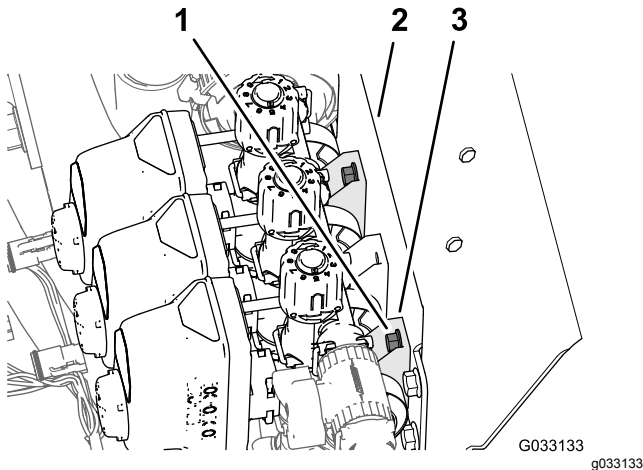

Figura 44
1. Desaperte os 4 parafusos de cabeça flangeada (1/4 x 3/4 pol.) e as 4 porcas de bloqueio flangeadas (1/4 pol.) que prendem as 3 válvulas da secção à montagem do coletor (Figura 44).